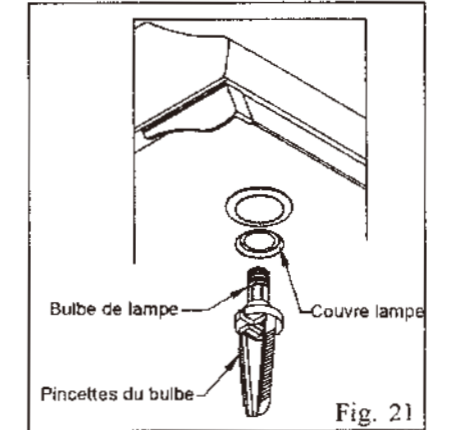

Fig. 21
- (b) Tournez le couvercle de la lampe dans le sens contraire des aiguilles d'une montre et utilisez les morailles du bulbe de la lampe pour le tourner dans le sens contraire des aiguilles d'une montre. (Fig.21).